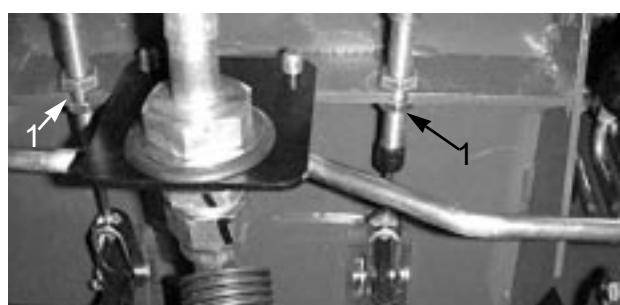

図50
- A. ブレーキ・ケーブル（図50）の端にある前ナットをゆるめる。